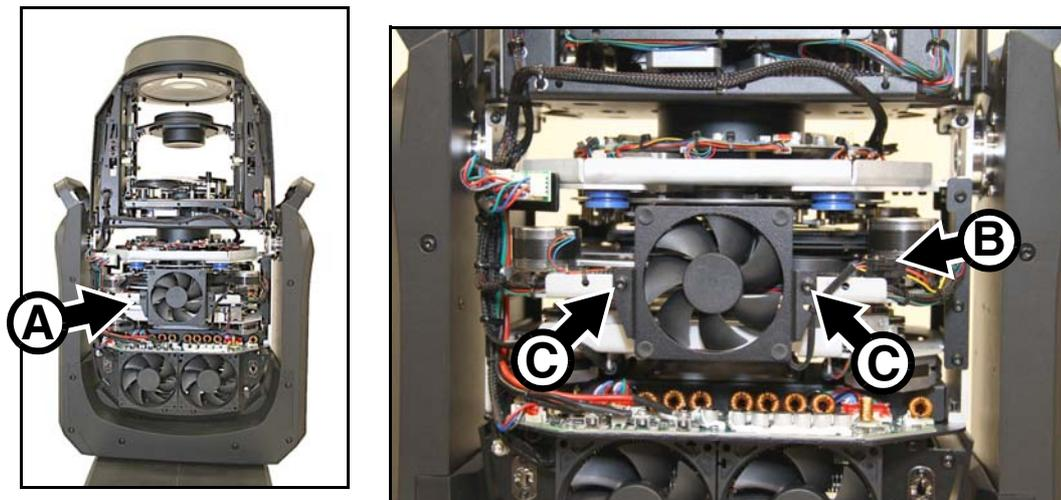

Figure 11: Dépose du ventilateur d'effets
2. Voir Figure 11. Placez la tête de sorte que le ventilateur de refroidissement d'effets **A** se trouve face à vous. Vous êtes maintenant devant la partie inférieure de la tête.